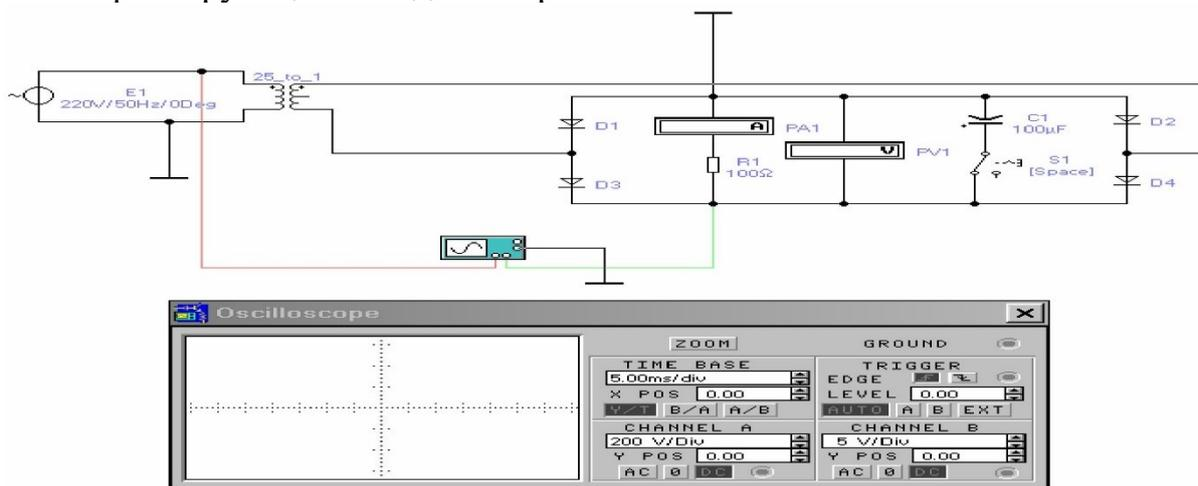

Рис. 7. Мостовой выпрямитель
1. Соберите на рабочем поле схему, показанную на рис. 7.